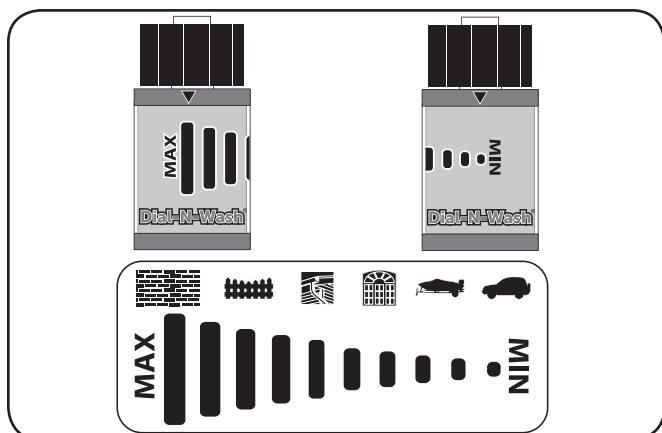

Figure 4-2
7. Tire el acople de conexión rápida haciaatrás e inserte la boquilla. Ver la Figure 4-2.